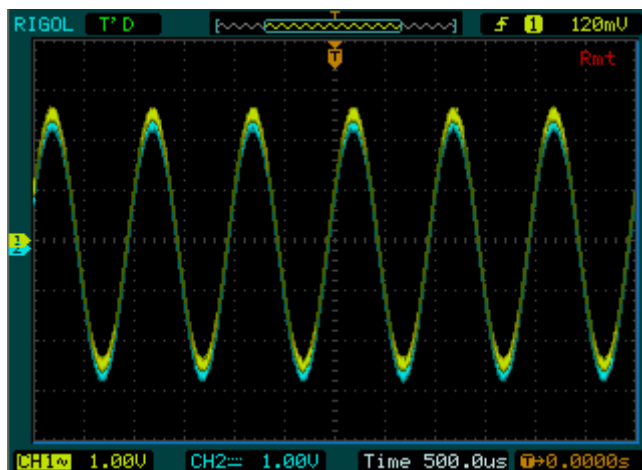
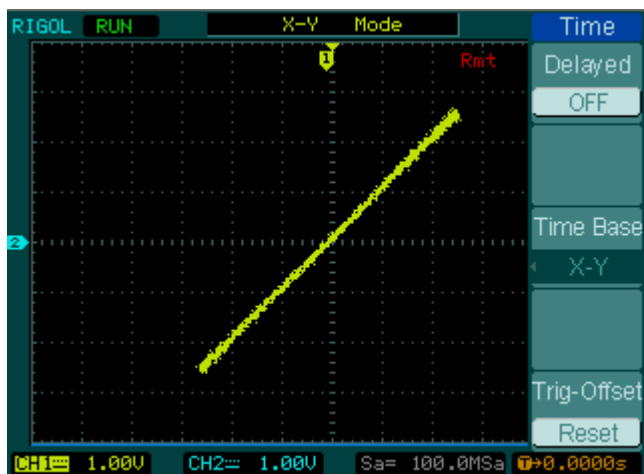

图 3-14
图 3-15
3. 如上图所示，按 **同相位** 菜单项，然后调节示波器，分别用示波器的 Y-T 模式和 X-Y 模式（李沙育图）观察信号发生器双通道输出的波形效果，如下图 3-14 和图 3-15 所示。